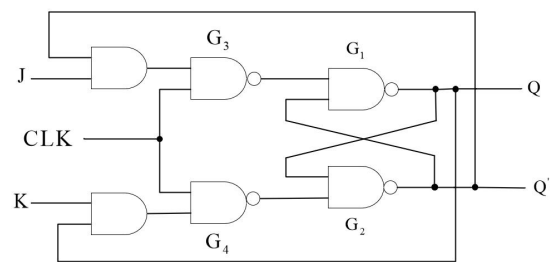

图 4 电路图
10. 用 Verilog 描述下图 4 的门级 JK 触发器电路(模块名 JK\_FF)。